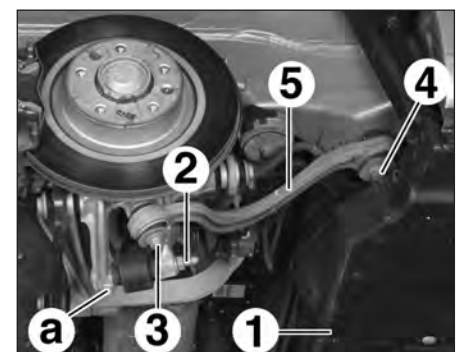

FIG.33
- la protection du plancher (1) (Fig.33),
- le boulon inférieur (2) de l'élément de suspension,
- les vis de fixation (3) et (4) du bras longitudinal,
- le bras (5) en le dégageant dans l'axe de sa bague de centrage en (4).